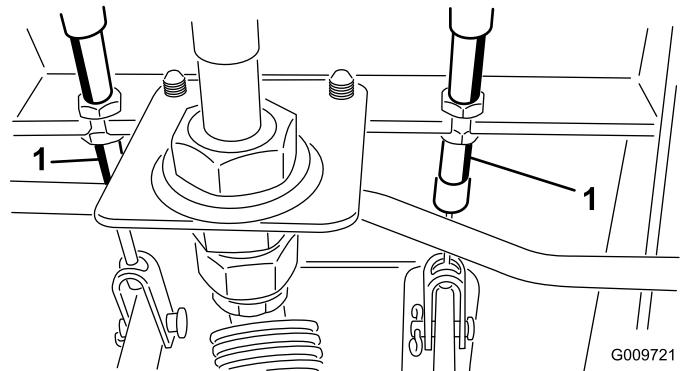

Figure 73
A. Desserrez l'écrou avant sur l'extrémité filetée du câble de frein (Figure 73).